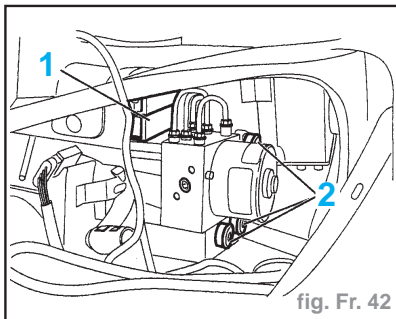

fig. Fr. 42
- Débrancher le connecteur (**25V.NR**) (fig. Fr. 42).